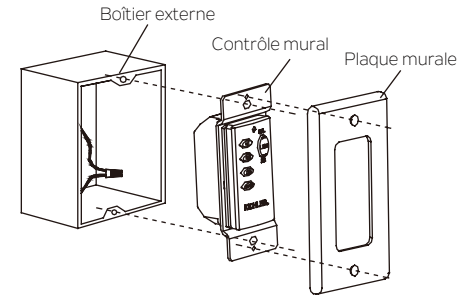

Fig. 28
Étape 2. Utiliser les vis fournies pour fixer la commande murale à la prise de courant. (Fig. 28)